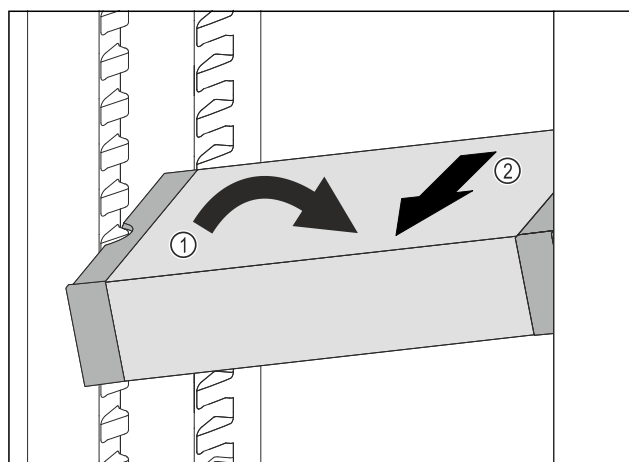

Fig. 127
- ▶ VarioSafe postavte v chladničce šikmo. Fig. 127 (1)
- ▶ VarioSafe odeberte směrem dopředu. Fig. 127 (2)